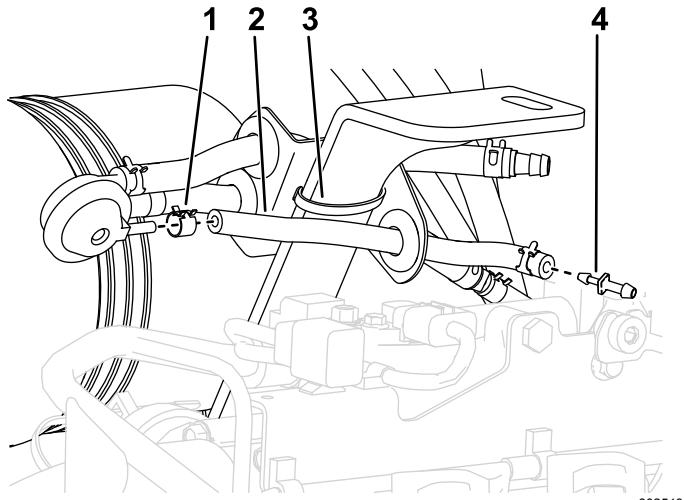

Figure 5
9. Avec un attache-câble, fixez le support de vanne à la barre de support qui se prolonge du cadre (Figure 5).